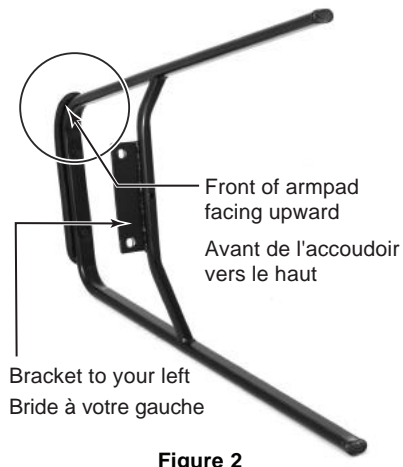

Figure 2
1. Carefully place the left metal leg (C) on a **clean, non-abrasive work surface** with the front of the armpad facing upward and the bracket facing to your left, as shown in Figure 2.
1. Placer avec précaution le pied métallique gauche (C) sur une **surface propre et non abrasive** avec l'avant de l'accoudoir vers le haut et le bride à votre gauche, comme illustré à la figure 2.